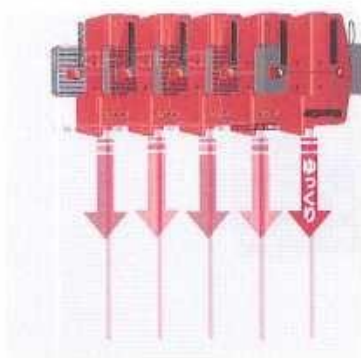

図61
- 範囲内の測定が終わるまで①～④を繰り返して行ってください。(図61参照)